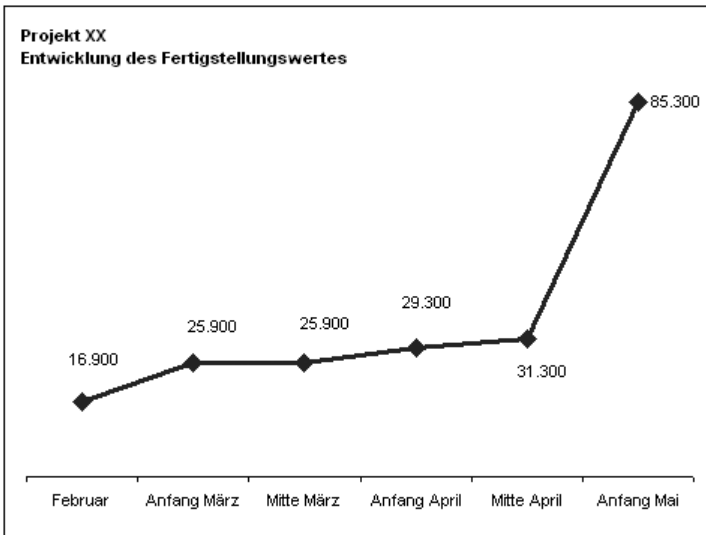

Abbildung 9.41 Diagramm »Entwicklung des Fertigstellungswertes«
- ❶ Löschen Sie die Spalte D mit den aktuellen Werten.
- ❷ Markieren Sie den Bereich für die Rubrikenachse (D3:I3).
- ❸ Halten Sie die **[Strg]**-Taste gedrückt, und markieren Sie den Bereich mit den Fertigstellungswerten (D8:I8).
- ❹ Klicken Sie auf das Symbol des Diagramm-Assistenten, und erstellen Sie ein Liniendiagramm.
- ❺ Fügen Sie über **DIAGRAMM/DIAGRAMMOPTIONEN** die Datenbeschriftungen für die Linie ein.
- ❻ Löschen Sie alle überflüssigen Elemente wie Legende, Größenachse und Gitternetze, und tragen Sie die wichtigsten Informationen in den Titel ein (siehe Abbildung 9.41).